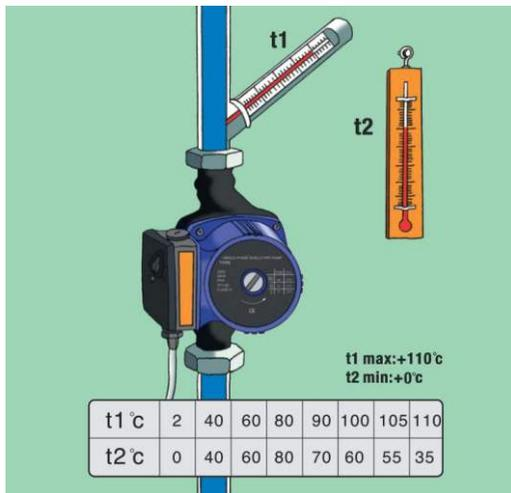

Рис. 6 Температурный режим работы насоса.
• Во избежание образования конденсата в клеммной коробке и статоре электродвигателя температура окружающей среды должна быть ниже рабочей температуры теплоносителя в системе (см. таблицу на рис. 6).